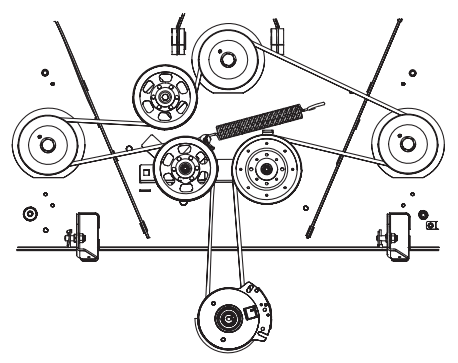

Figura 4-19
- Coloque la correa alrededor de las poleas locas que extrajo en el paso 3 con el lado en "V" orientado hacia adentro. Una vez que todo esté en su lugar, vuelva a colocar los elementos de ferretería y ajuste la tuerca de seguridad con brida para sujetar el conjunto. Consulte Figura 4-19.
- Pase la correa como se indica en la Figura 4-19 y vuelva a instalar la plataforma (consulte Instalación de la plataforma).